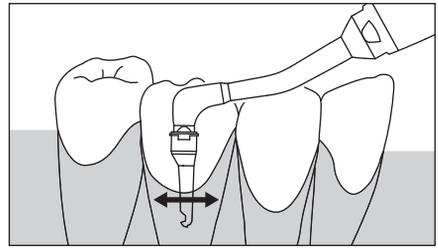

Fig. 6
- 3) Inserire il beccuccio in una tasca parodontale di 3 mm o più. (Fig. 6)